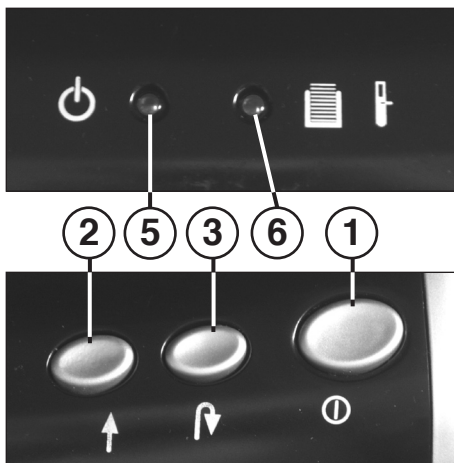

fig. 1
- 1 = **Interrupteur à poussoir „prêt à fonctionner“ (fig. 1)**
- 2 = **Touche marche avant (fig. 1)**
- 3 = **Touche marche arrière (fig. 1)**
- 5 = **Voyant de contrôle „prêt à fonctionner“ (fig. 1)**
- 6 = **Voyant de contrôle (rouge / jaune) (fig. 1)**
Appuyer sur l'interrupteur à poussoir (1) (fig. 1) de la machine. Le voyant de contrôle (5) (fig. 1) s'allume.
Lorsque le récipient collecteur pour papier est plein, la machine se met hors circuit. Un signal sonore retentit. L'affichage de contrôle (6) (fig. 1) s'allume (rouge).
- Extraire le récipient collecteur (9) avec le bac collecteur (10) hors du caisson du boîtier.
- Le signal sonore s'arrête. L'affichage de contrôle (6) (fig. 1) s'éteint.
Faites bien attention de mettre l'appareil hors circuit pendant la nuit en actionnant l'interrupteur à poussoir (1) (fig. 1).